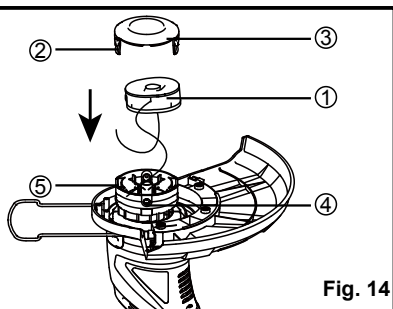

Fig. 14
- Coloque el nuevo carrete en la carcasa, gire el carrete levemente hasta que se asiente (Fig. 14).
- Suelte el extremo de uno de los hilos de corte y hágalo pasar a través de uno de los ojales ④. El hilo debería sobresalir aproximadamente 4 pulgadas (10 cm) de la carcasa del carrete.
- Alinee las pestañas ② de la cubierta del carrete con los recortes ⑤ de la carcasa.